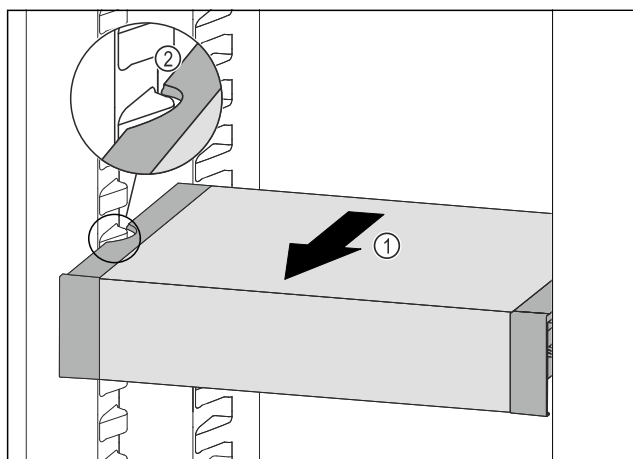

Fig. 176
- Tirare VarioSafe in avanti Fig. 176 (1) fino a quando le cavità laterali di VarioSafe non si trovano al livello della nervatura del contenitore nel vano frigorifero. Fig. 176 (2)